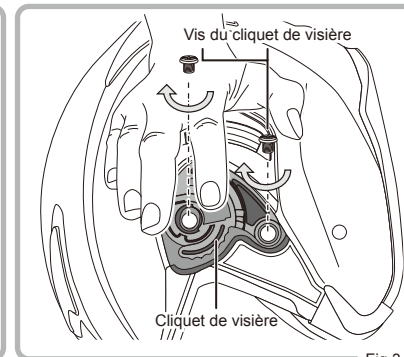

Fig.3
- ③ Serrez fermement chacune des vis dans le sens des aiguilles d'une montre. Répétez la même procédure pour le cliquet situé de l'autre côté du casque. L'installation des cliquets est ainsi terminée (Fig. 3).